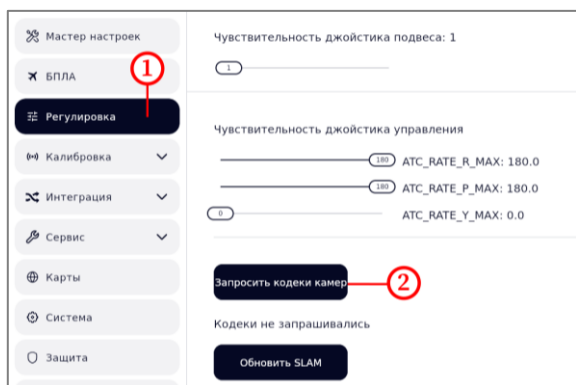

Рисунок 89 – Запрос кодеков камер
- в боковом меню выбрать пункт « Регулировка» (рисунок 89, шаг 1);
- нажать на кнопку «Запросить кодеки камер» (рисунок 89, шаг 2).